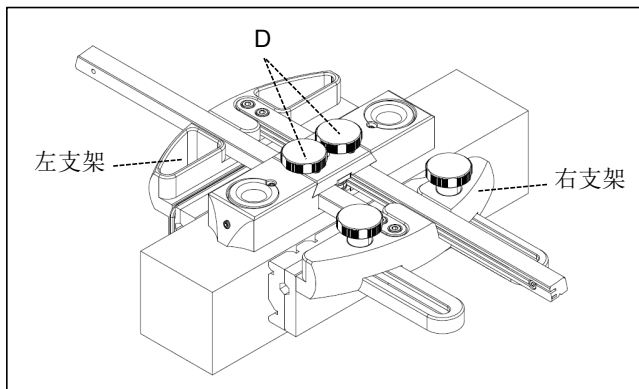
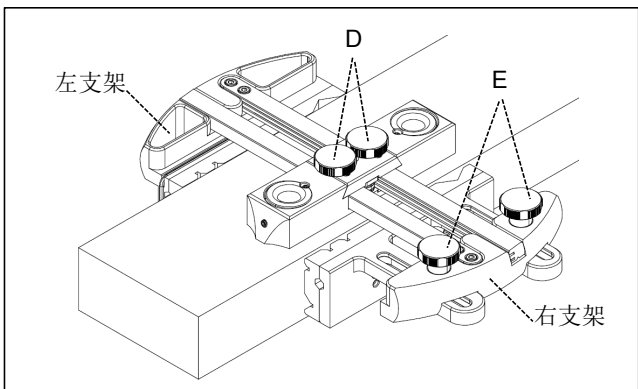

图 3
图 4
## 1.中心定位（图3）
## 2.偏心定位（图4）
将工件固定，松开调节块锁紧旋钮（E），通过调节块背面的镭雕刻度，将调节块滑至所需位置后锁紧旋钮（E）。松开支臂锁紧旋钮（D），将香槟色的左右支架向两侧拉开（拉开的距离须大于工件的宽度）。如图3所示，夹紧工件两侧的边缘，锁紧旋钮（D），即可进行精准的偏心定位。
2. 根据定位章节的说明，用万能钻模将工件夹紧，如图 3 和图 4 所示。
3. 完成定位后，拧紧支臂锁紧旋钮（D），如图 3 和图 4 所示。